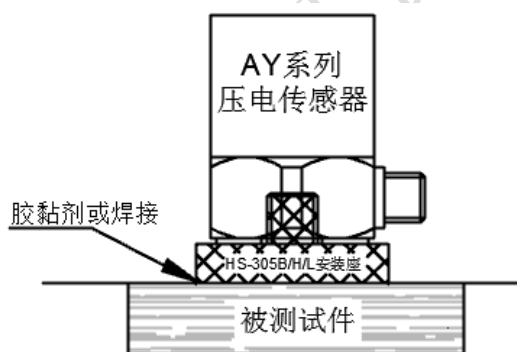
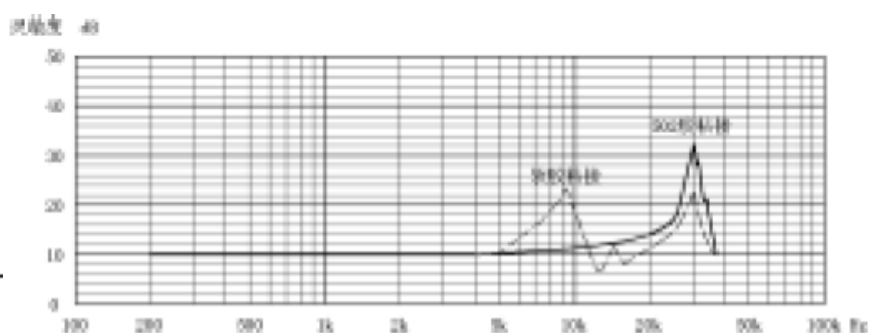

图 7 粘接座安装示意图
图 8 粘接座与胶黏剂安装频响曲线图
(3) 粘接座安装：粘接座分对地绝缘和对地不绝缘两种。在加速度测量试验中，如被测物为不易钻安螺纹孔或无法磁力安装座安装的试验件，或需要传感器在多点位快速切换测试时（多点位切换测试时，只需测试前几分钟内，在需要测试点位安装固定即可。），只需在被测表面涂抹胶粘剂（可用多种胶粘剂粘接，胶接方法请参考：胶粘剂安装内容）或焊接在被测表面，粘接座则提供了一个方便快捷的方法。粘接座安装示意图及频响曲线图如图 7、图 8 所示；